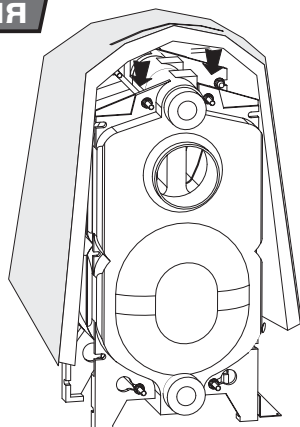

Рис. 7
- А: Начав сверху, оберните изоляционную рогожу около теплообменника котла, причем текстильная сторона рогожи должна быть обращена наружу (рис. 7)